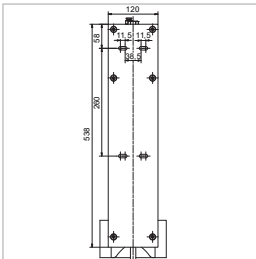

Figure 3
- ▶ Fixez le support de fixation au distributeur à la station-service par les trous de montage (Figure 3).